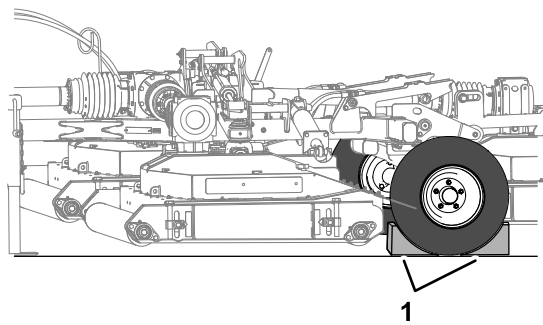

Bild 18
7. Legen Sie unter beide Räder des Mähers Unterlegkeile (Bild 18).